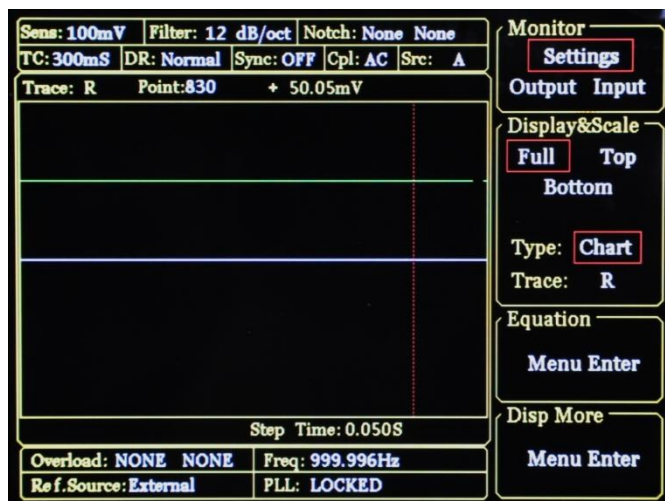

图27. <Full>-<Chart>显示
2)<Chart>：XY 坐标图，显示测量值得曲线图形，可通过旋钮控制<Cursor>来查看采样点的数值大小，经常与[SAMPLE]子菜单和 CONTROL 控制区域配合做测量数据的采集。如图 27 所示。